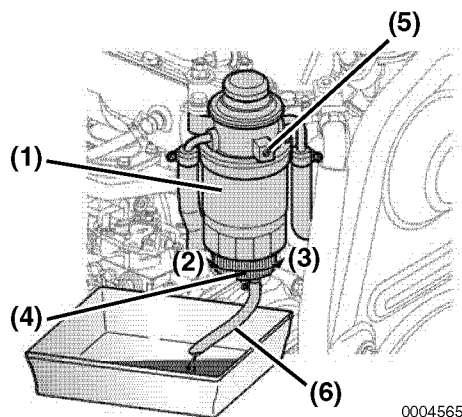

Figure 11
3. Collegare un tubo (**Figure 11, (6)**) al tappo di spurgo (**Figure 11, (4)**).
4. Allentare il tappo di spurgo (**Figure 11, (4)**) nella parte inferiore del filtro combustibile / separatore acqua girandolo in senso antiorario e scaricare eventuale acqua o sedimenti.